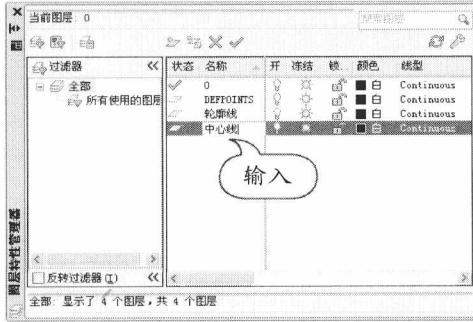

图 1-36 创建中心线图层
**STEP 03** 创建中心线图层。继续新建图层并定义图层名称为“中心线”，如图 1-36 所示。